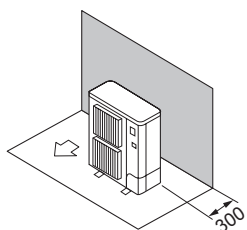

Fig. 2-6
- ① Само препятствия отзад (Fig. 2-6)